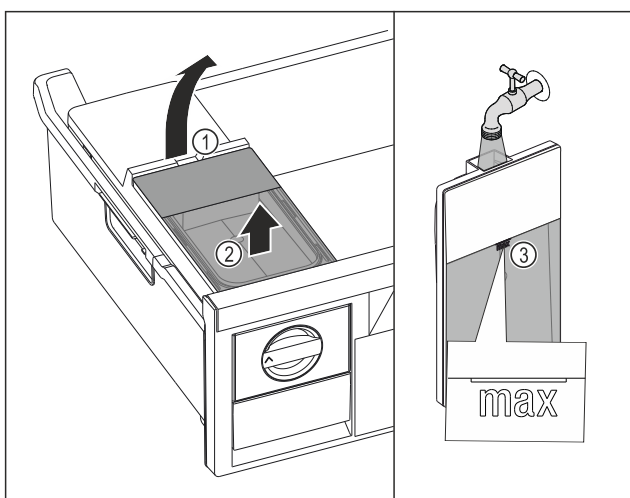

Fig. 72
- ▶ Ridicați rezervorul de apă de la degajare Fig. 72 (1).
- ▶ Scoateți rezervorul de apă în sus. Fig. 72 (2)
- ▶ Umpleți rezervorul de apă până la marcaj Fig. 72 (3) cu apă potabilă.